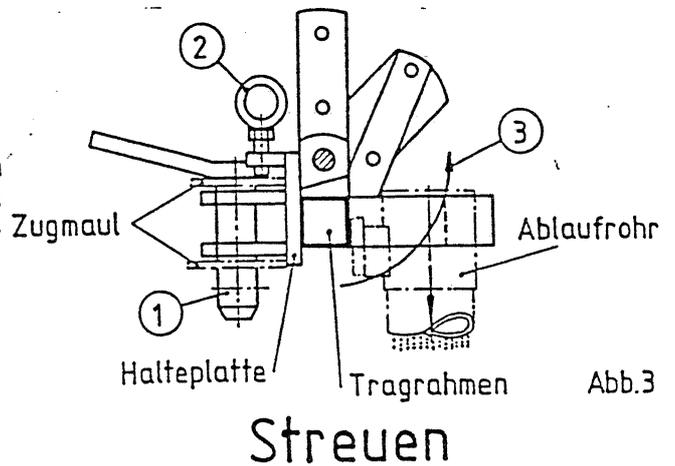

Abb. 3
7. Die Halteplatte für den Tragrahmen (Abb. 3) im Zugmaul abstecken (1) und mit den beiden Ringschrauben (2) so befestigen, daß sich der Tragrahmen in waagerechter Lage befindet. Der Tragrahmen muß in der Halteplatte so eingehängt sein, daß er in Streustellung nach hinten oben (3) schwenken kann.
Zum Streuen wird der Tragrahmen dann wieder nach unten geklappt (Abb. 3). Das Befestigungsstück für den mittleren Anschluß steht dann nach hinten.